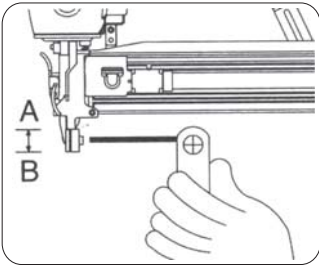

FIGURA 7
- Ajuste de profundidade (grampeadores SG1150 e SG1250): desconecte o grampeador da mangueira de ar e com o uso de uma chave Allen, solte o parafuso conforme mostra a Figura 7. Deslize a trava de segurança para frente caso queira uma menor profundidade (posição B) ou para trás caso queira maior profundidade (posição A). Após o ajuste, trave novamente o parafuso com a Chave Allen;